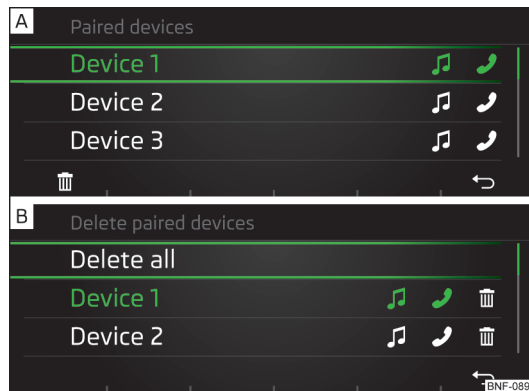

Fig. 118
Nell'elenco dei dispositivi esterni accoppiati vengono visualizzati con il telefono collegato i seguenti simboli dei profili Bluetooth® » fig. 118 - [\[A\]](#).
- Selezionare con il regolatore il dispositivo esterno » fig. 118 - [\[A\]](#).
- Premere il tasto funzione » fig. 118 - [\[A\]](#).
- Selezionare con il regolatore il dispositivo esterno » fig. 118 - [\[B\]](#).